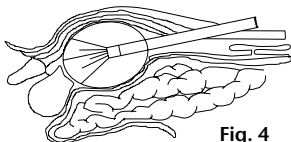

Fig. 4
- Una vez colocado el instrumental, conecte la bomba de inflado de balón con la conexión transparente a la llave de inflado abierta de la vaina del trocar. A continuación, se retira el obturador y se sustituye por el endoscopio, si no se ha hecho ya (consultar el punto 2). Seguidamente, se infla cuidadosamente el balón a través de la bomba de inflado de balón con ayuda de la llave de inflado que apunta hacia arriba. Para inflar el sistema de balón de dilatación (bilateral) de PAJUNK®, se acciona la bomba de balón, dependiendo de las condiciones anatómicas y bajo constante supervisión a través del endoscopio, un máximo de 15 veces (en el modelo extragrande, un máximo de 25 veces). El inflado del balón provoca una disección progresiva que se supervisa con el endoscopio (fig. 4).